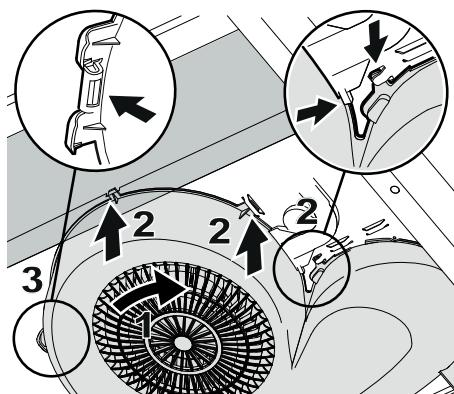

Fig. 8
Sørg for, at alle låsene passer ind mod emhættens flige. Skru blæserhuset (1) ind i fligen (2). Tryk blæserhusets lås tilbage i fligen (3).Fig. 8